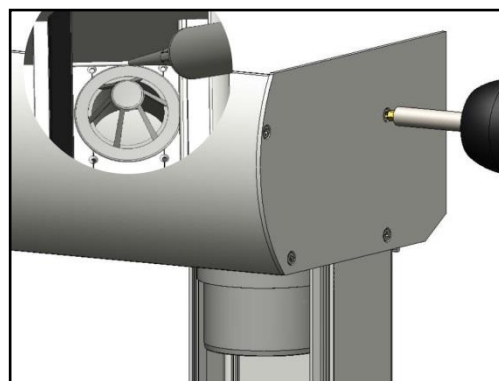

Abbildung 9, Montage und Verkitten der Abdeckplatte
18. Montieren Sie die Abdeckplatten mit Hilfe von Senkkopfschrauben 4,2x32 mm an der Rinne (Abb. 9).
19. Verkitten Sie die Fuge zwischen den Abdeckplatten und der Rinne, damit die Rinne wasserdicht bleibt (Abb. 9).